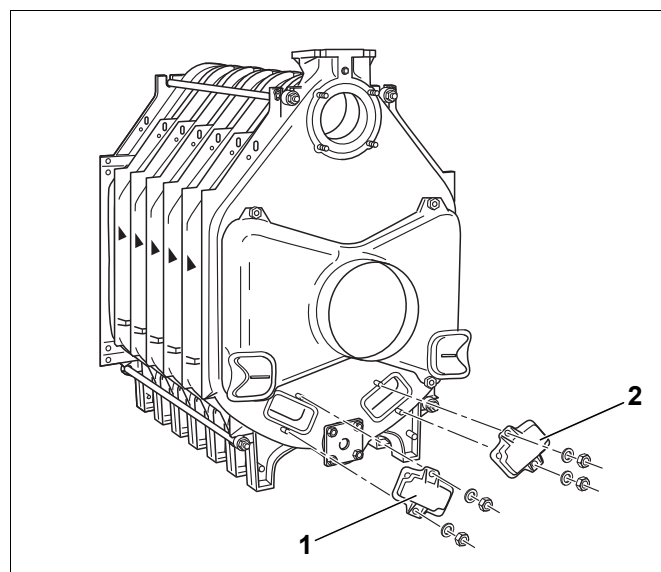

Рис. 30 Установка крышек для чистки
- ▶ Установить крышки, используя подкладные шайбы и гайки (рис. 30, [1] и [2]).